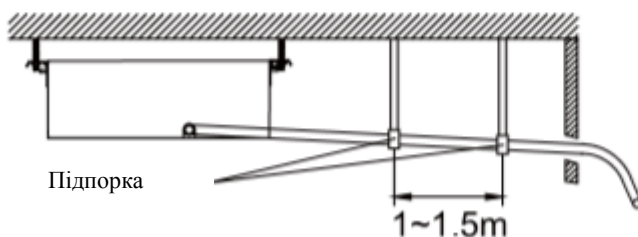

Рисунок 16
3. Якщо шланг задовгий, встановіть опори (рис.16).